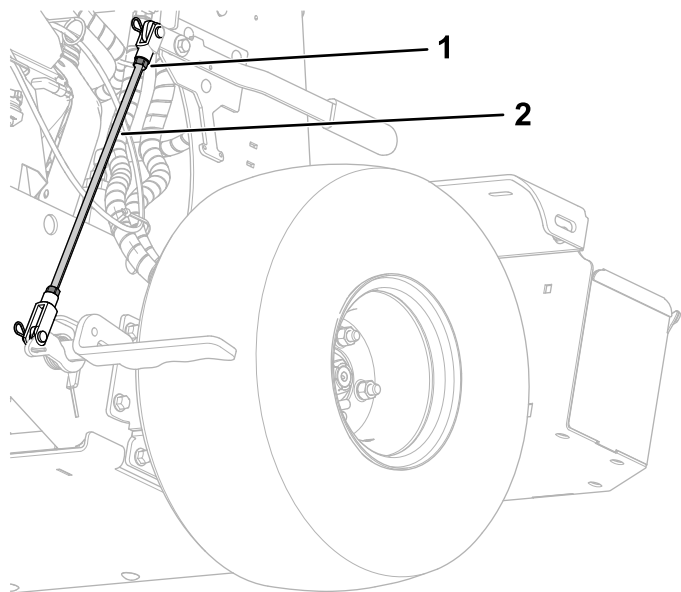

Figure 89
4. Desserrez les 2 écrous de blocage sur la tringlerie de frein situés sur le côté arrière gauche de la machine (Figure 89).
5. Pour augmenter la force de freinage, tournez la tringlerie dans le sens antihoraire de 1 à 2 tours (Figure 89).
7. Serrez les 2 écrous de blocage (Figure 89).